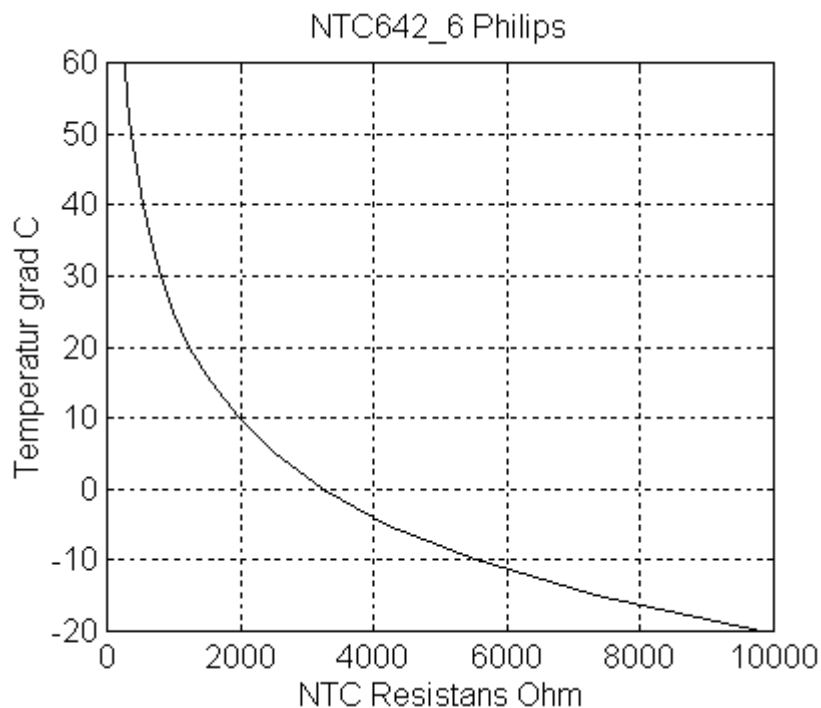

Bild 1
Ritar man upp inversen till R(T) d.v.s. T(R) (jämför $y = f(x)$) så får man en kurva se bild 1 nedan. Anledningen till att rita inversen T(R) är att det är NTC's temperatur vi vill beräkna, den elektriska signal som vi mäter med A/D omvandlaren är en spänning som är en funktion av NTC's resistans.
NTC's resistans som funktion av NTC's temperatur är inte linjär utan olinjär se bild1. Det ställer till lite problem när vi i kommande kapitel med en algoritm i ett assemblerprogram ska beräkna temperatur.